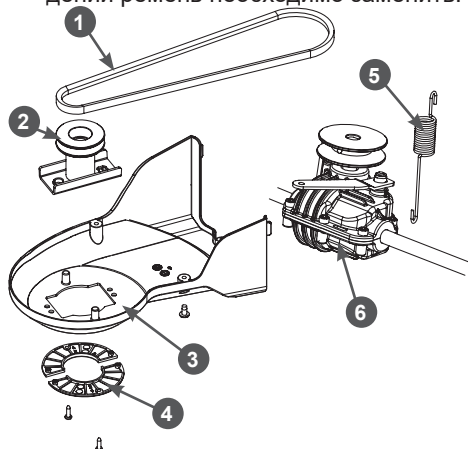

Рис. 29. Обслуживание ремня привода хода
5. Открутите винты крепления и снимите две защитные крышки ремня (Рис. 29).
6. Открутите винты крепления и снимите кожух защитный ремня (Рис. 29).
7. Попросите помощника нажать рычаг остановки двигателя. Медленно проворачивая коленчатый вал двигателя за нож, внимательно осмотрите ремень 1 привода хода на наличие трещин, разрывов, отслоения корда (Рис. 29). При обнаружении повреждений ремень необходимо заменить.
2. Открутите винты крепления и снимите крышки 4 защитные ремня (Рис. 29).
3. Открутите винты крепления и снимите кожух 3 защитный ремня (Рис. 29).
4. Снимите ремень 1 со шкива адаптера в сторону двигателя и снимите адаптер 2 с вала двигателя (Рис. 29).
6. Снимите ремень со шкива редуктора 6 (Рис. 29).
8. Установите новый ремень на шкив редуктора, затем установите адаптер ножа и установите ремень на шкив адаптера ножа. После этого убедитесь, что пружина 5 на месте и держит ремень в натянутом состоянии (Рис. 29).